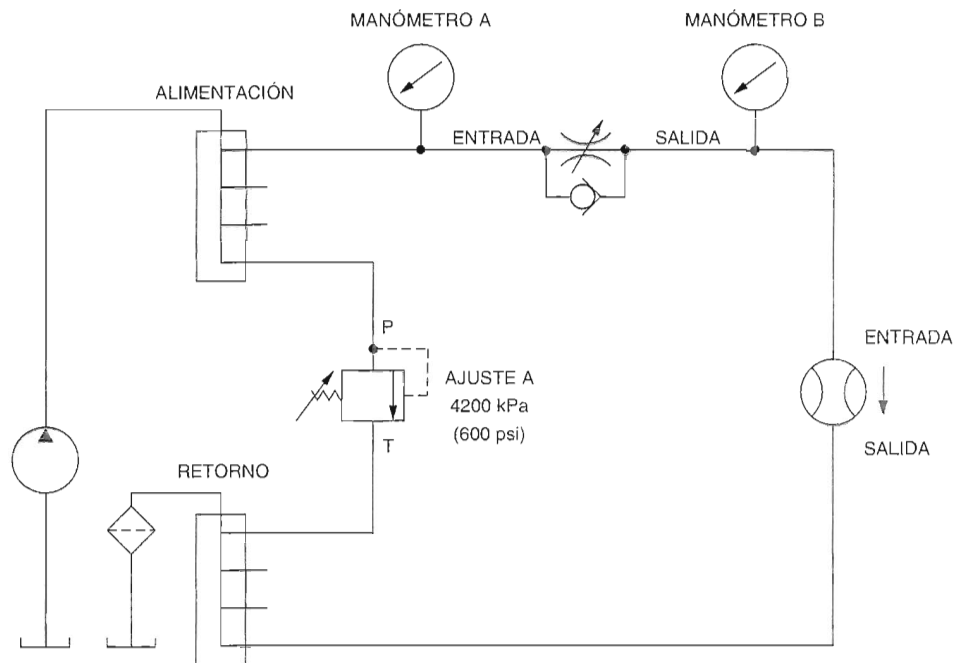

Figura 2-40. Circuito para medir la potencia de salida y potencia disipada de la bomba.
- ☐ 18. Conecte el circuito mostrado en la Figura 2-40.